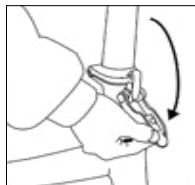

fig. 5.3
3. Déverrouillez l'attache de la potence (fig. 5.3 et 5.4) et pliez le guidon devant la selle jusqu'à ce qu'il repose contre le côté droit du vélo. (Veillez à ce que les câbles ne pendent pas derrière la selle).